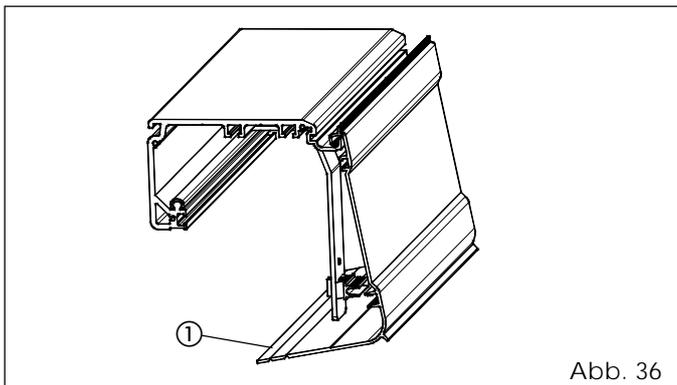

Abb. 36
- Die Schutzabdeckung wird an den Bügeln mit Hilfe der entsprechenden Haken (Abb. 36) befestigt.
- Das überschüssige untere Profil der Schutzabdeckung mit Hilfe einer Zange abknipsen (Abb. 36 - Bez. ①).